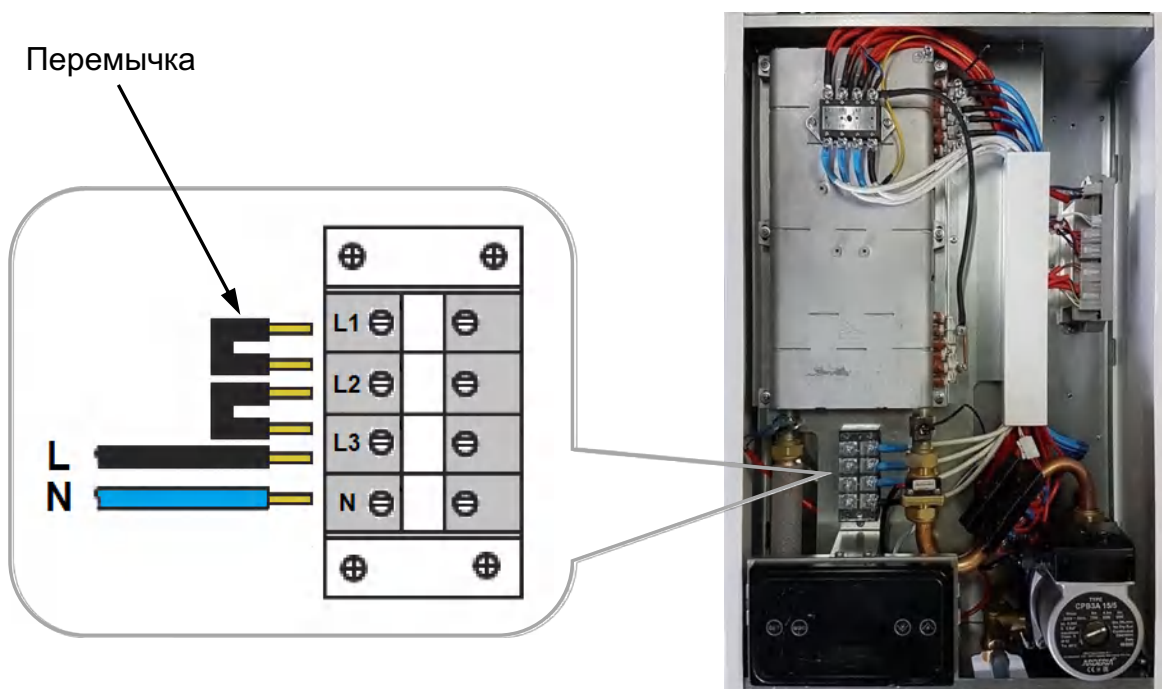

Рис. 13 Однофазное подключение
- Подключите все жилы кабеля к контактным выводам (клеммной колодке) электродкотла (См. Рис. 12 и Рис. 13)
- Подключение электрокотла к сети электроснабжения переменного тока 220 В. следует проводить через дифференциальный автоматический выключатель, совмещающий в себе функции автоматического выключателя (АВ) и устройства защитного отключения (УЗО). Дифференциальный автоматический выключатель выбирается по току нагрузки (См. Табл. 4). Для подключения трёхфазного котла к однофазной сети переменного тока 220 В. на блоке зажимов (клеммной колодке) необходимо установить перемычки (в комплект поставки не входят) для соединения с фазным проводом (См. Рис. 13).